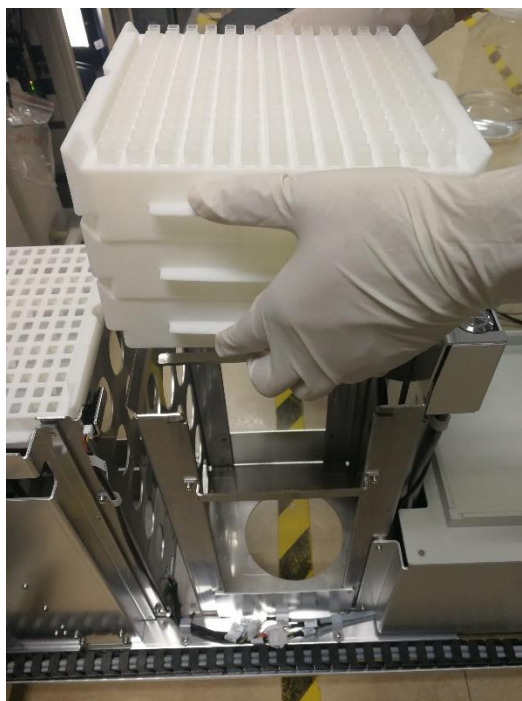

Рис. 4.2-1. Установка нового блока кювет
5. Возьмите обеими руками один или более блоков кювет за ручку и медленно поместите блоки в нижнее отделение выдвижного отсека (см. рисунок 4.2-1). Нажмите на кнопку нижнего отделения для хранения, после чего его высота отрегулируется до уровня загрузки. Дождитесь, когда индикатор кнопки нижнего отделения для хранения загорится зеленым светом, после чего установите следующие блоки кювет.